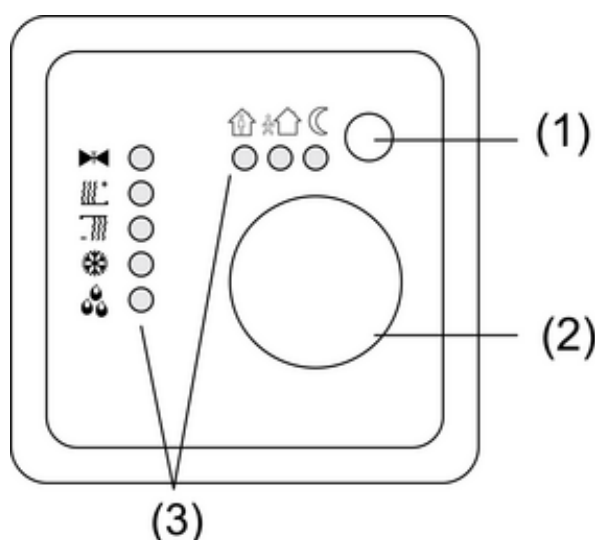

Bild 1
Der Regler vergleicht die aktuelle Raumtemperatur mit der eingestellten Solltemperatur und steuert entsprechend dem aktuellen Bedarf Heiz- und Kühlgeräte an. Die Solltemperatur wird durch den eingestellten Betriebsmodus bestimmt und kann über das Stellrad (2) variiert werden. Der gewählte Betriebsmodus und der aktuelle Reglerstatus werden an der Status-LED (3) angezeigt (Bild 1).
Neuer Betriebsmodus wird an der Status-LED (3) angezeigt (Bild 1).
- Präsenz-Taste (1) betätigen (Bild 1).